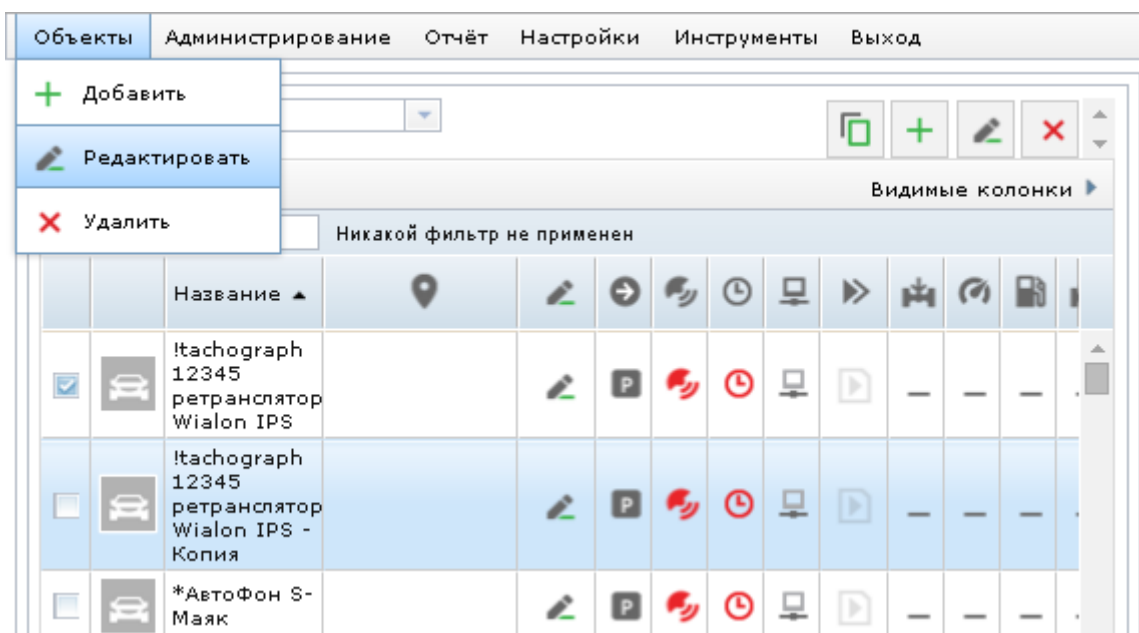

Рис. 5.8. Пример редактирования объекта
2. В меню «Объекты» выбрать «Редактировать» или нажать на значок в разделе «Объекты» на рабочей панели (см. рисунок 5.8).